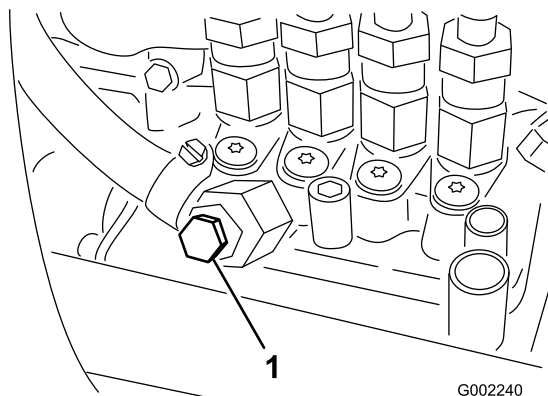

Figure 44
7. Desserrez la vis de purge sur la pompe d'injection (Figure 44).